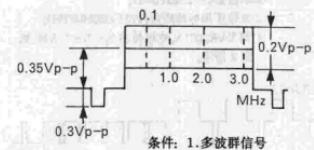
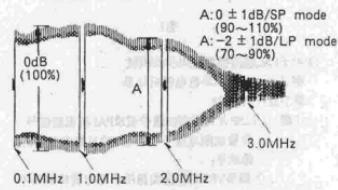

图9
图10
- 步骤: ①将视频扫频信号发生器的输出信号调整到如图9所示,并接录像机的视频输入端;
②将示波器连接视频输出端(TP3002);
- ③置系统开关于“AUTO”位置,并将EDIT开关置于“OFF”位置;
④推入空白磁带,以SP方式录制上述信号;
⑤在EDIT开关置于“OFF”位置时,重放刚录制的磁带;
⑥调节VR3012(SP),使频响为 $A_0 \pm 1dB$,如图10所示;
⑦以LP方式录制视频扫频信号发生器输出信号(如图9所示);
⑧在EDIT开关置于“OFF”位置时,重放刚录制的磁带;
⑨调节VR3013(LP),使频响为 $A_2 \pm 1dB$ 如图10所示。